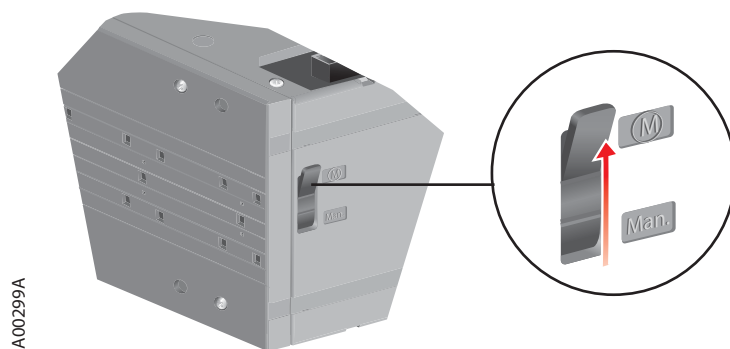

Рис. 6-2 Переключатель в дистанционном положении
2. Переключите селектор в дистанционное положение (M), как показано на рис.6-2.